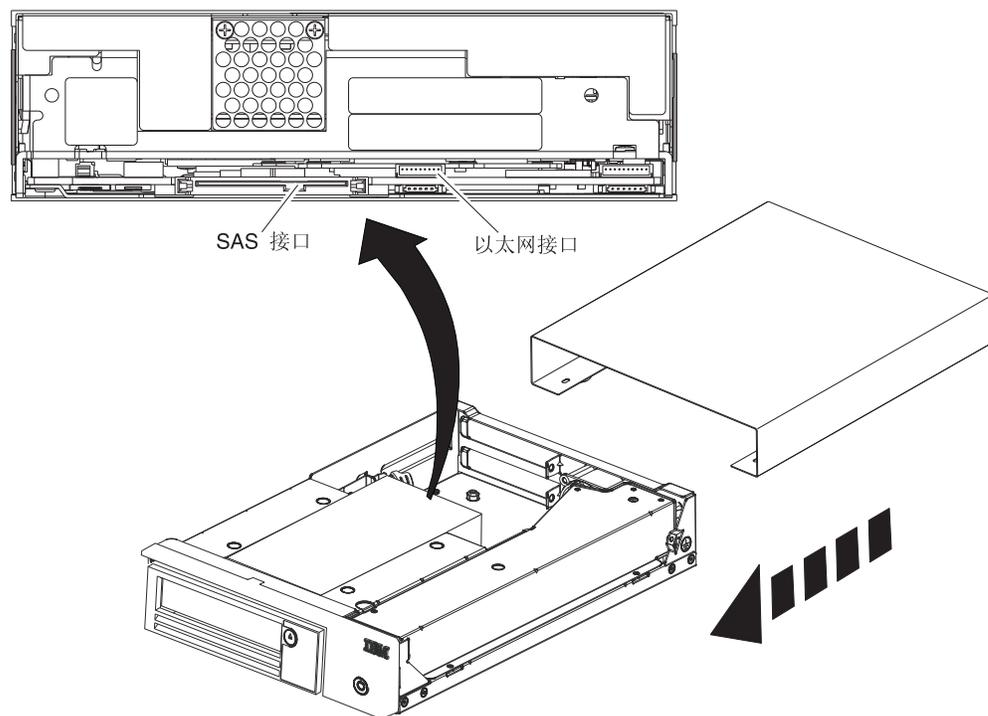

图 24. 从内置式磁带机拔下电缆
6. 轻轻地推动磁带机后面板，以使外盖与底座脱离（请参阅第 71 页的图 24）。
1. 从磁带机拔下 SAS 接口电缆和以太网接口电缆（请参阅图 24）。拔下内部 SAS 接口电缆会同时从磁带机断开 SAS 接口和电源。